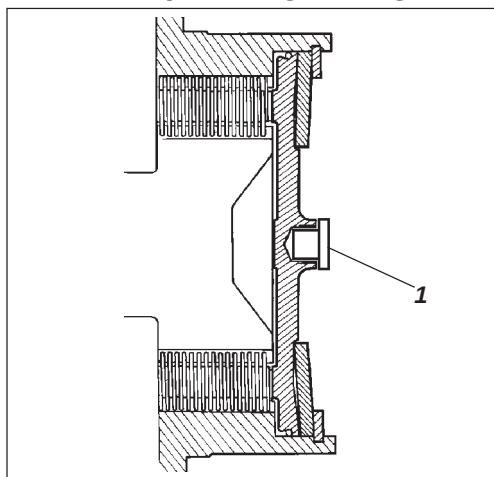

Fig. 36 Bremsehus
1. Fjern centerproppen (1) (fig. 36) med en skruetrækker.
2. Skru bremseværktøjet (1) ud af gevindet i fastgøringshullet. Derefter fastgøres bremseværktøjet (1) i centerhullet ved at tilspænde skruen (2), til den er i bund i hullet. Nu tilspændes møtrikken (3) mod bremseværktøjet, så meget det lader sig gøre. Bremsen er nu frilagt.
4. Efter bugseringen skrues møtrikken ud igen. Bremsen er nu i deres normale position igen. Skru derefter bremseværktøjet ud og placer det i fastgøringshullet. Sæt centerproppen (1) på igen for at forebygge rustdannelse i gevindhullet.